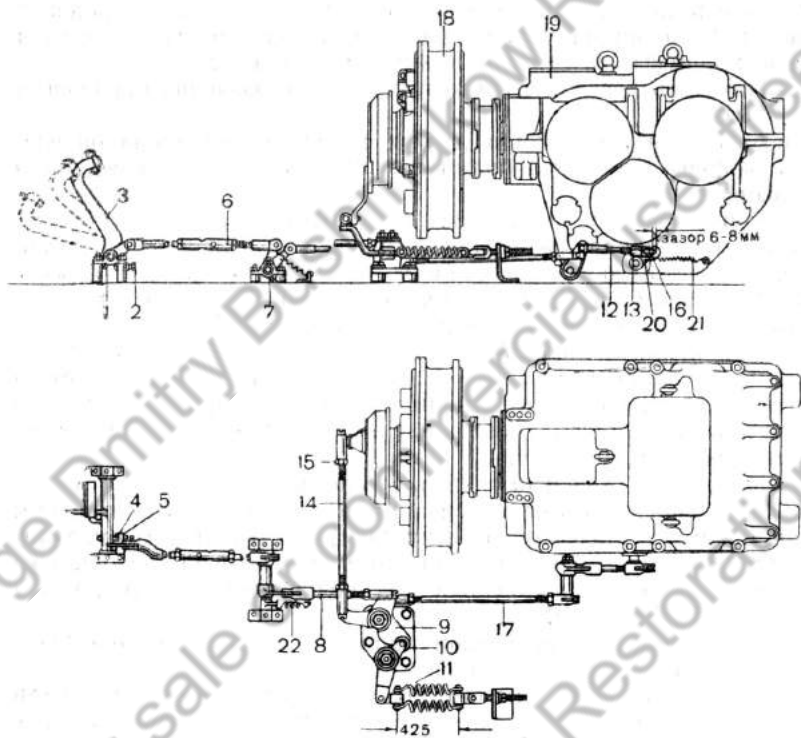
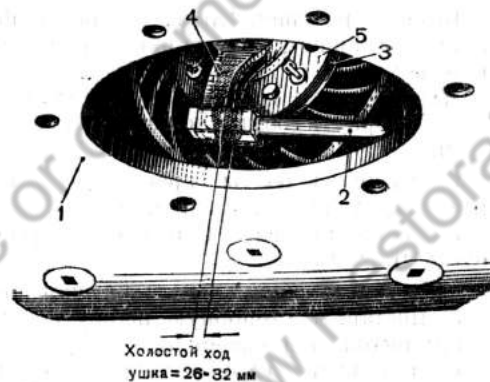

Рис. 148. Привод управления главным фрикционом (вид в плане):
Рис. 149. Проверка регулировки главного фрикциона:
1. Предварительно установить длину нажимных пружин 11 (рис. 148) сервомеханизма 400 мм. Проверить положение ролика 10. Он должен занимать начальное положение, т. е. находиться в лунке рычага 9.
1. Через люк в днище танка (рис. 149) отсоединить поперечную тягу 14 (рис. 148) от проушины чашки выключения фрикциона.
5. Присоединить поперечную тягу 14 (рис. 148) к проушине чашки выключения фрикциона.